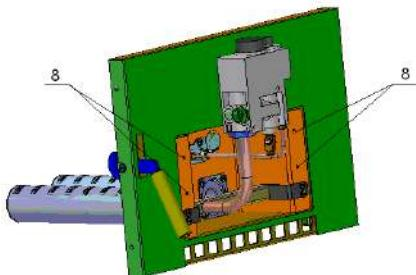

Рис.15 Дверца в сборе с горелкой УГт
6.3 На кронштейны 6 (рис.13) для котлов КС-ТГ – 12/16S; КС-ТГ – 16/20S и КС-ТГ – 20/20S надевается дверца из комплекта горелок УГт-...S (табл.2) в сборе с горелкой (рис.15).